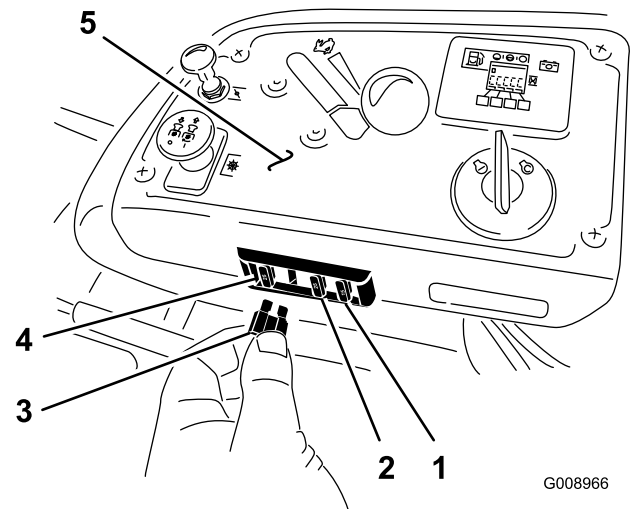

Figura 64
1. Los fusibles están situados en la consola de la derecha, junto al asiento (Figura 64).
3. Instale un fusible nuevo (Figura 64).